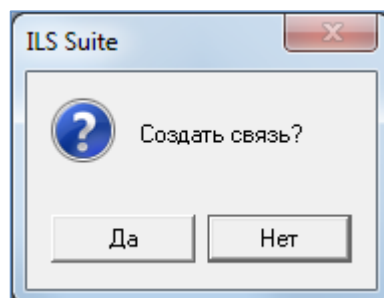

Рис. 10-28 – Диалоговое окно
4) В отобразившемся диалоговом окне нажать кнопку «Да» для подтверждения создания связи, для отмены нажать «Нет» (рис. 10-28).